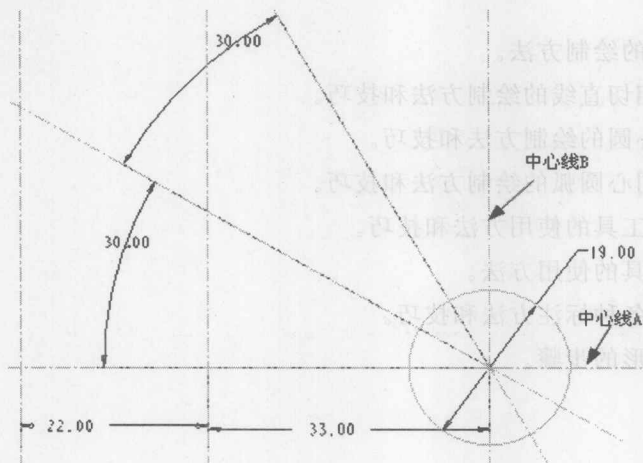

图 2-12
(3) 绘制圆
① 在草绘工具箱上单击  按钮，在中心线 A 和中心线 B 的交点处绘制如图 2-12 所示的圆，并标注相应的尺寸值。